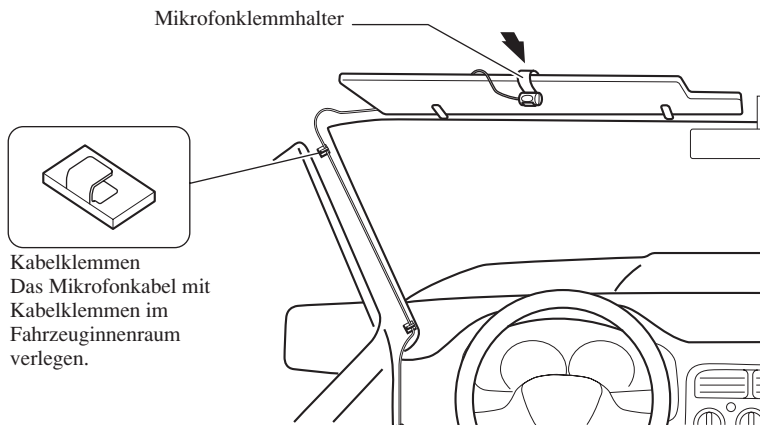

Abb. 20
2. Den Mikrofonklemmhalter an der Sonnenblende anklebmen. (Abb. 20)